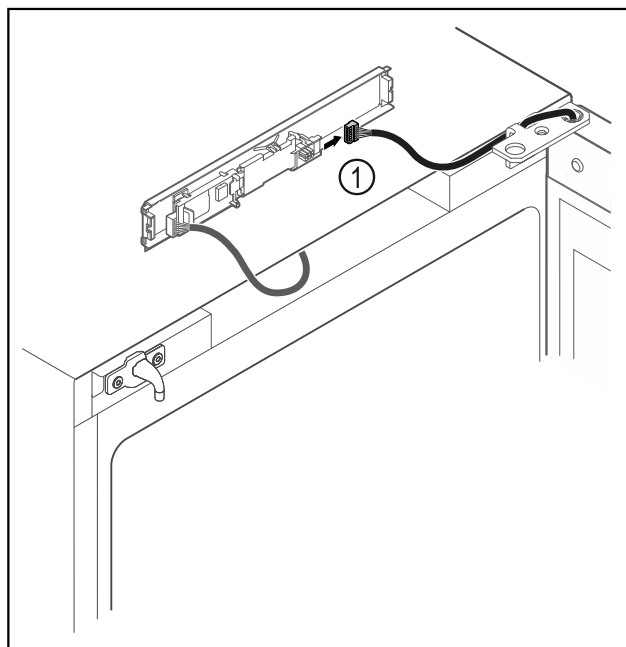

Fig. 13
- Débrancher le connecteur Fig. 13 (1) de la platine.